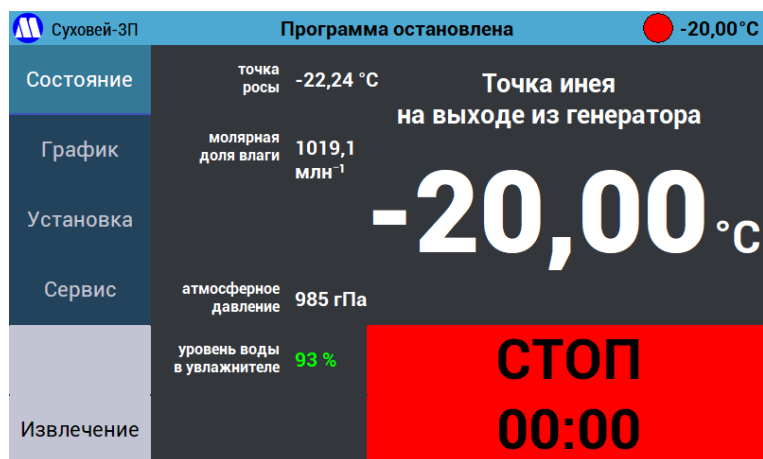

Рисунок 33 – Программа остановлена.
8.5.22. При работе в режиме «Установка» после фиксации показаний поверяемых СИ нажмите кнопку «СТОП» в левом нижнем углу (прекратится поддержание влажности и будет снята блокировка интерфейса, подача газа на СИ прекращаться не будет, см. Рисунок 33), затем установите следующее значение температуры точки росы/инея, используя меню «Установка».